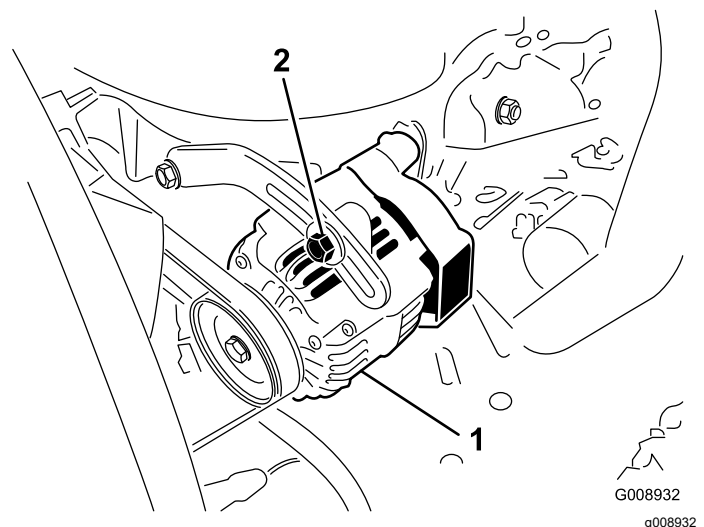

Bild 102
Prüfen Sie den Zustand und die Spannung der Treibriemen (Bild 102) alle 100 Betriebsstunden.
3. Lockern Sie bei einer Durchbiegung von mehr oder weniger als 10 mm die Befestigungsschrauben der Lichtmaschine (Bild 102).